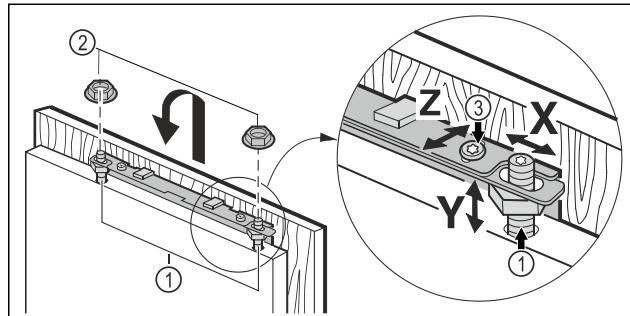

Fig. 45
- Möbeltür auf die Justagebolzen Fig. 45 (1) einhängen und Kontermuttern Fig. 45 (2) locker auf die Justagebolzen schrauben.
- Möbeltür in der Höhe **Y** und in der seitlichen Neigung ausrichten: Justagebolzen Fig. 45 (1) mit einem Schraubendreher einstellen.
- Kontermuttern Fig. 45 (3) anziehen.